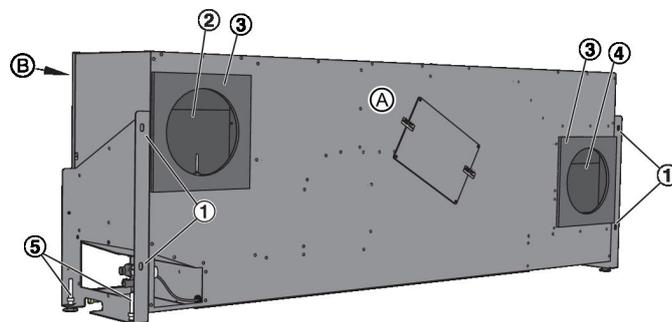

Abb. 9: Geräteaufstellung
1. ▶ Lüftungsgerät mit der Fassadenseite (Abb. 9/A) an die Fassade stellen. Die Luftöffnungen (Abb. 9/2 und Abb. 9/4) müssen dabei mit den Öffnungen in der Fassade übereinstimmen, ggf. mit Justierfüßen justieren.
2. ▶ Das Lüftungsgerät mit geeigneten Schrauben ( $\varnothing$  6 mm) an den Befestigungslöchern (Abb. 9/1) und mit der Fassade verschrauben.
3. ▶ Justierfüße (Abb. 9/5) justieren und kontern.
5. ▶ Lüftungsgerät mit der optionalen Geräteverkleidung oder durch kundenseitige Verkleidung schützen. Dazu die Geräteverkleidung an den beiden Befestigungswinkeln (Abb. 9/6) anbringen.